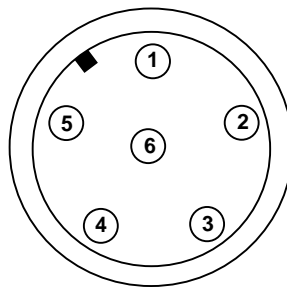

Рис.3
2.5 Положение контактов разъема PY07-6 с внешней стороны Smart Logger представлено на рис.3.